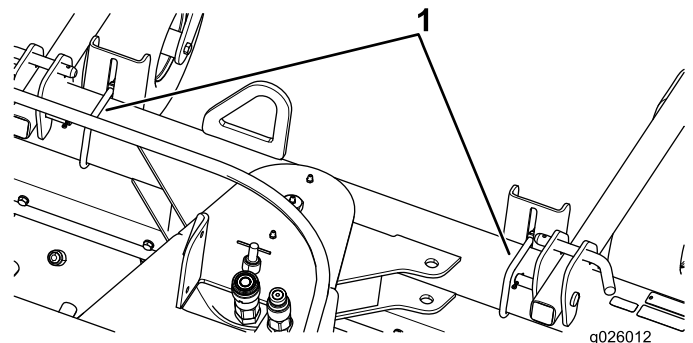

Bild 7
- Lösen Sie die zwei U-Bügel (3/8"), mit denen die Wandhalterung befestigt ist, um den Abstand zu vergrößern (Bild 7).
- Ziehen Sie die zwei U-Bügel (3/8") an, mit denen die Wandhalterung befestigt ist, um den Abstand zu verringern (Bild 7).